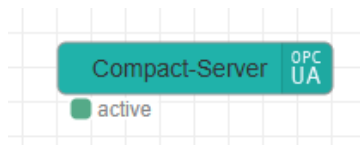

Рис. 3.23. Настройка узла OpcUA-compact-server
2. Перетащите узел OpcUA-compact-server на рабочую область (см. рис. 3.23 **Ошибка! Источник ссылки не найден.**).